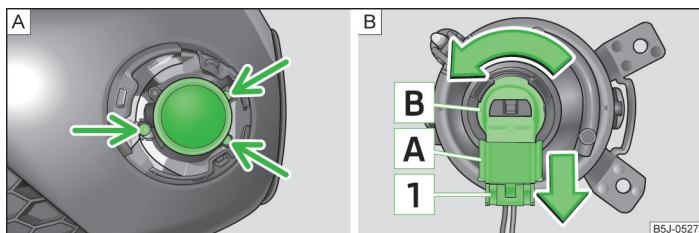

Fig. 160 Bara de protecție față: Farurile de ceață / farurile de ceață: Înlocuirea becului
- Desfaceți cu ajutorul unei șurubelnițe » pagina 185, *Trusa de scule* șuruburile » fig. 160 - A.
- Apăsăți siguranța » fig. 160 a conectorului A și scoateți conectorul din soclul B.